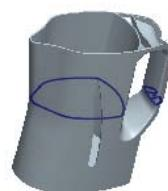

图 17.7 交截 1
Step6. 创建图 17.7 所示的交截 1。按住 Ctrl 键，在模型树中选取复制 1 和 ADTM1 特征，再单击 **模型** 功能选项卡 **修饰符** ▾ 区域中的 相交按钮，完成相交特征的创建。